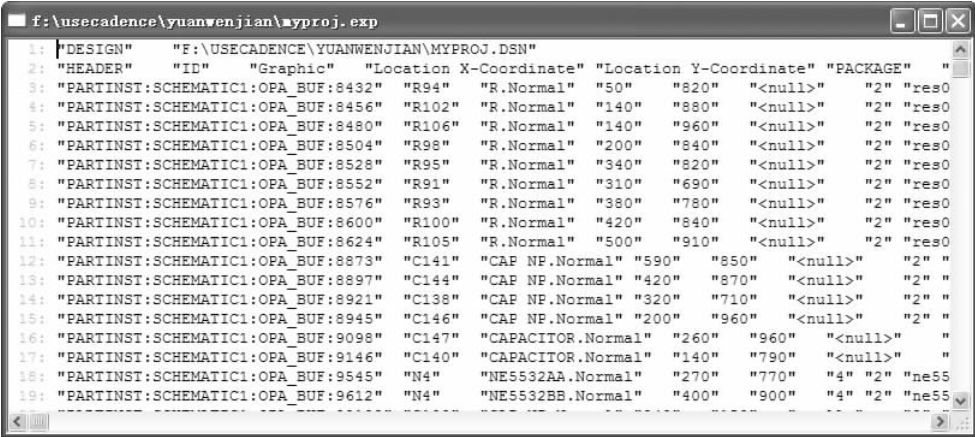

图 7-23 属性文件内容
- 单击 **OK** 按钮，在项目管理器中生成属性文件“myproject.exp”，如图 7-23 所示。